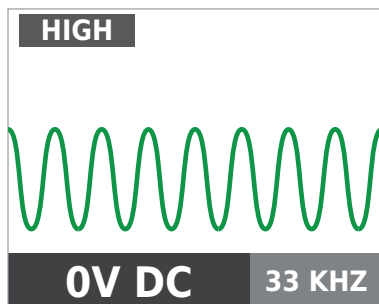

Figura 3.3b
3. Seleccione el modo de señal HIGH (ALTO) para la mayoría de las aplicaciones. La pantalla aparecerá como se muestra en la Figura 3.3b.